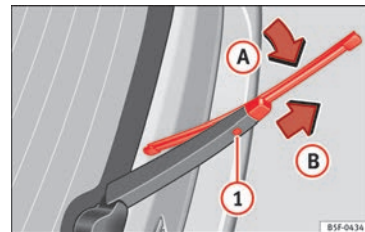

Fig. 80 Remplacement du balai de l'essuie-glace arrière.
- Repliez le balai par le haut vers le bras de l'essuie-glace » » **fig. 80** (flèche **A**).
- Maintenez enfoncée la touche de déverrouillage » » **fig. 80** **1** en tirant le balai dans le sens de la flèche **B**. Vous devrez probablement utiliser la force.
- Insérez sur le bras de l'essuie-glace un balai neuf **de même longueur et de même type** dans le sens contraire de la flèche » » **fig. 80** **B** et encastrez-le. Pour cela, le balai doit être en position replié (flèche **A**).